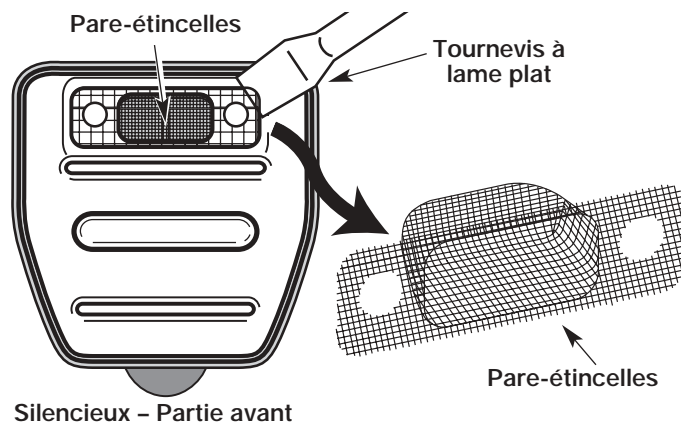

Fig. 26
4. Soulevez soigneusement le pare-étincelles de son logement à l'aide d'un petit tournevis à lame plate (Fig. 26). Retirez le pare-étincelles du silencieux.
5. Nettoyez le pare-étincelles à l'aide d'une brosse métallique. Remplacez-le s'il est endommagé ou si vous n'arrivez pas à le nettoyer complètement (Fig. 26).